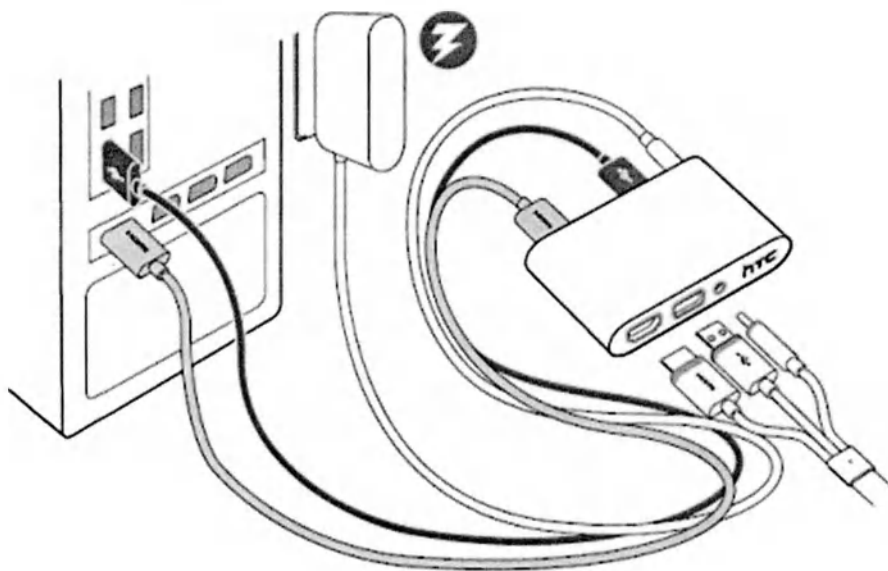

Рисунок A1
5. Подключите кабели шлема виртуальной реальности 3-в-1 (HDMI, USB и кабель питания) на боковой стороне к соответствующим оранжевым разъемам на коммуникационном модуле. (рисунок A1)